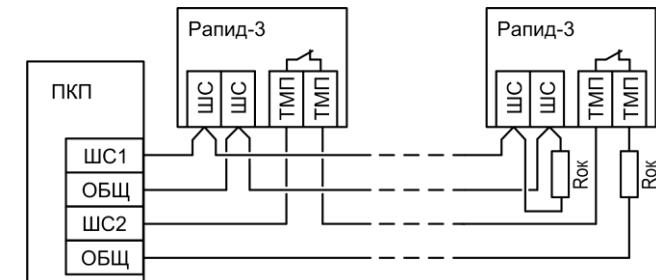

Рис.3 Схема подключения извещателей к ПКП
- Питание по шлейфу сигнализации. Подключение извещателя к приемно-контрольному прибору (ПКП) осуществляется по двухпроводной схеме (см. рис.3). Для работы извещателя не требуется источника напряжения 12 В и соответствующей линии питания.
Подключите провода в соответствии со схемой подключения (рис.2), предварительно продев их в отверстия. Полярность подключения к клеммникам «ШС» и «ТМП» может быть любой. При монтаже последнего в шлейфе сигнализации извещателя, к контактам «ШС» и «ТМП» подключите окончные резисторы Rok (рис.3).